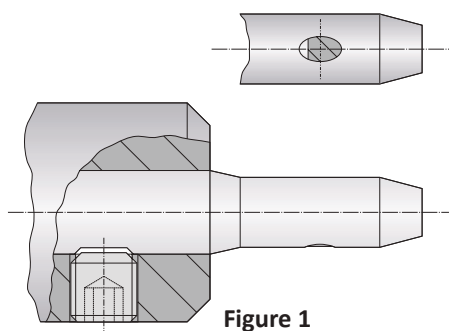

Figure 1
**REMARQUE :** Les mandrins de serrage sont utilisés dans les douilles de réduction pour le serrage d'outils à queue cylindrique selon DIN 1835-B (Fig. 1). La conception des mandrins permet d'utiliser des outils standard plutôt que de commander des outils spéciaux. (Fig. 2).